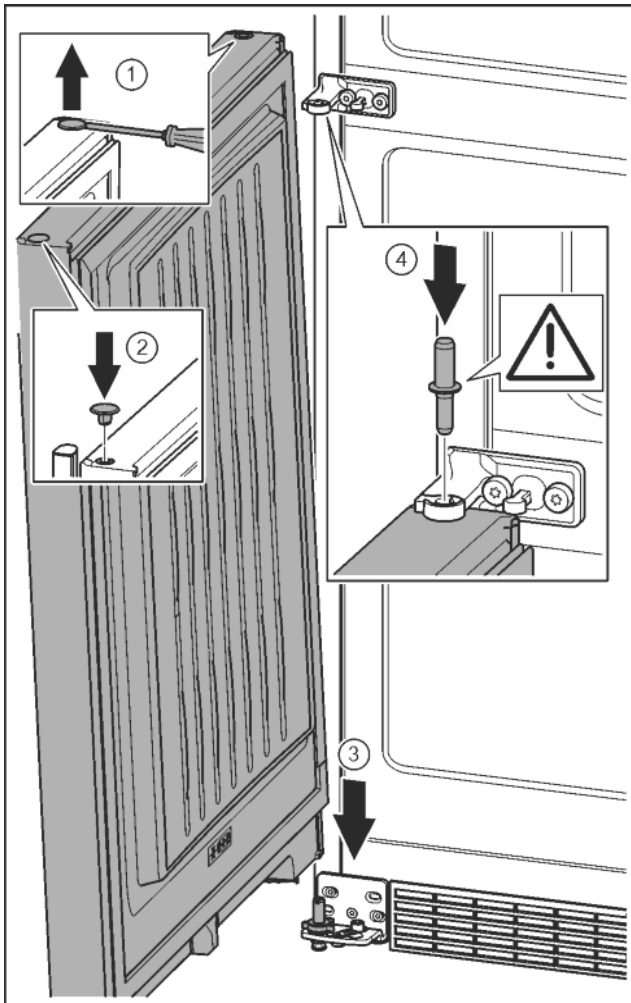

Fig. 23
- ▶ Stop voorzichtig met een sleufschroevendraaier optillen en eruit trekken. Fig. 23 (1)
- ▶ Stop op de andere deurzijde weer aanbrengen. Fig. 23 (2)
- ▶ Deur van boven op de onderste lagerbout plaatsen. Fig. 23 (3)
- ▶ Het midden van de lagerbout door het midden van de lagerbus in de onderste deur aanbrengen. Let op dat de vergrendelnok naar achter wijst. Fig. 23 (4)